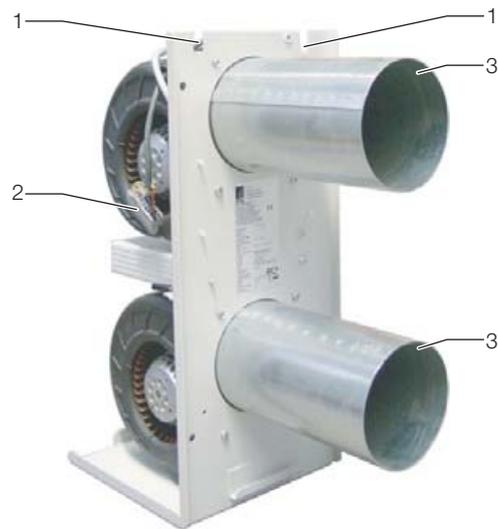

Рис. 36: Вентиляторный модуль с удлиненными патрубками
- Отвинтите держатели кабелей (Рис. 36, Поз. 1) и проложите кабели и штекеры электропитания, а также кабель управления (Рис. 36, Поз. 2) к вентилятору.
- Установите на каждое воздушное отверстие удлинители патрубков (Рис. 36, Поз. 3), входящие в комплект поставки Liquid Cooling Package.